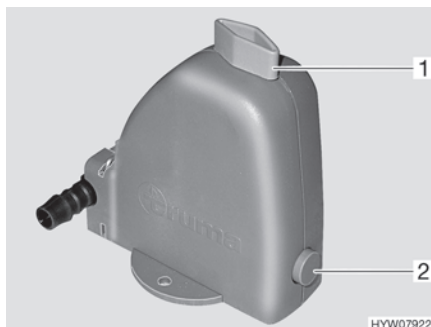

Bild 127 Säkerhets-/avtappningsventil
Värmesystemet är utrustat med en säkerhets-/avtappningsventil (Bild 127). Säkerhets-/avtappningsventilen gör så att vattnet i varmvattenberedningen inte fryser till is när det är frost och värmesystemet inte är påslagen.
- Stäng säkerhets-/avtappningsventilen. Ställ vredet (Bild 127,1) diagonalt mot säkerhets-/avtappningsventilen och tryck in tryckknappen (Bild 127,2).
- Öppna säkerhets-/avtappningsventil. Vrid då vredet (Bild 127,1) mot säkerhets-/avtappningsventilen. Tryckknappen (Bild 127,2) skjuts ut. Nu töms varmvattentanken via säkerhets-/avtappningsventilen utomhus.